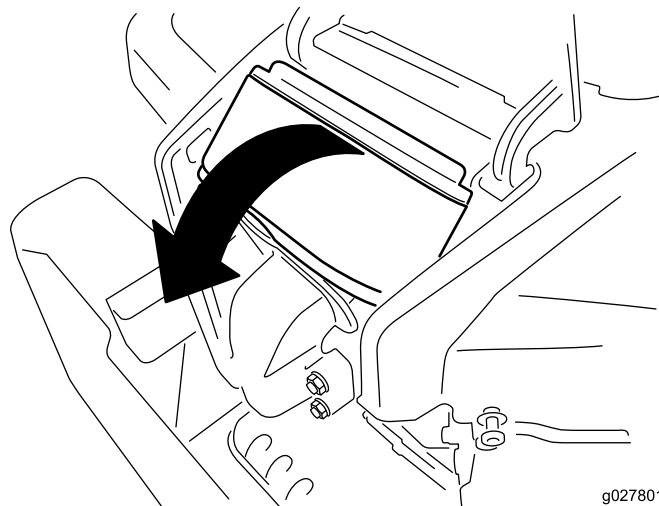

Figura 44
4. Eleve a cobertura e rode o conjunto do filtro de ar para fora do motor (Figura 44).